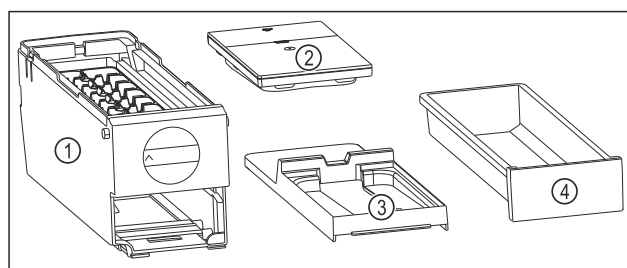

Fig. 88 Componenti dell'EasyTwist-Ice
- L'EasyTwist-Ice è scomposto in quattro parti. (vedere Fig. 88)
- Smontare l'EasyTwist-Ice scomponendo solo gli elementi rappresentati in figura. (vedere Fig. 88)
- Pulire l'intero corpo dell'EasyTwist-Ice Fig. 88 (1).